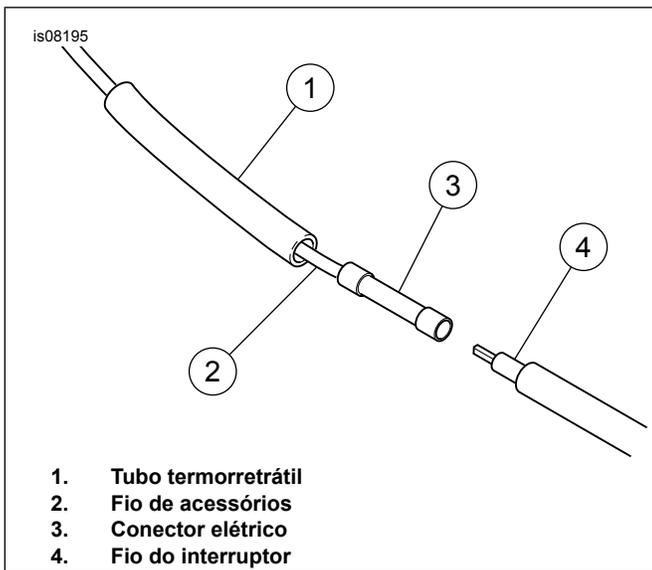

Figura 8. Conexão dos fios do interruptor oscilante aos fios dos acessórios
16. Veja Figura 8. Deslize o tubo termorretrátil (1) sobre os fios dos acessórios (2) e crimpe o conector elétrico (3) no fio usando uma ferramenta de crimpagem HD 38125-8.
17. Veja Figura 8. Insira a extremidade do fio do interruptor (4) no conector elétrico (3) e crimpe o fio no conector elétrico (3) usando uma ferramenta de crimpagem HD 38125-8.
18. Veja Figura 8. Deslize o tubo termorretrátil (1) afastando-o da emenda e, usando o UltraTorch UT-100 (HD 39969), a pistola térmica Robinair (HD 25070) com o acessório termorretrátil (HD 41183) ou o aquecedor radiante, aqueça o conector elétrico crimpado (3). Aplique calor do centro do crimp para fora em cada extremidade, até que o material de vedação fundível saia em ambas as extremidades do conector. Deixe o conector esfriar.
19. Veja Figura 8. Deslize o tubo termorretrátil (1) sobre a emenda e, usando o UltraTorch UT-100 (HD 39969), a pistola térmica Robinair (HD 25070) com o acessório termorretrátil (HD 41183) ou o aquecedor radiante, aqueça o tubo termorretrátil para encapsular o conector elétrico. Aplique calor a partir do centro da crimpagem para as extremidades.